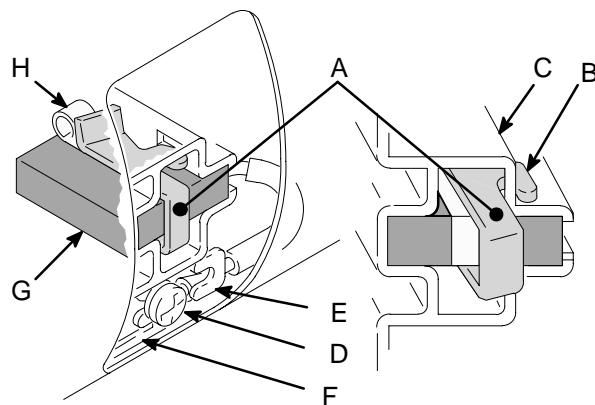

Рис. 8
4. Рис. 8. Нажмите на пружинный зажим 110816 (A), чтобы отсоединить скобы (B) от держателя щеток (C). Извлеките пружинный зажим.
5. Рис. 8. Ослабьте винт клеммы (D). Извлеките вывод щетки (E), оставив на месте вывод электродвигателя (F). Снимите щетку (G) и пружину (H).
8. Рис. 8. Пропустите вывод щетки (E) под шайбой винта клеммы (D) и затяните винт. Убедитесь, что вывод электродвигателя (F) подсоединен к винту клеммы.